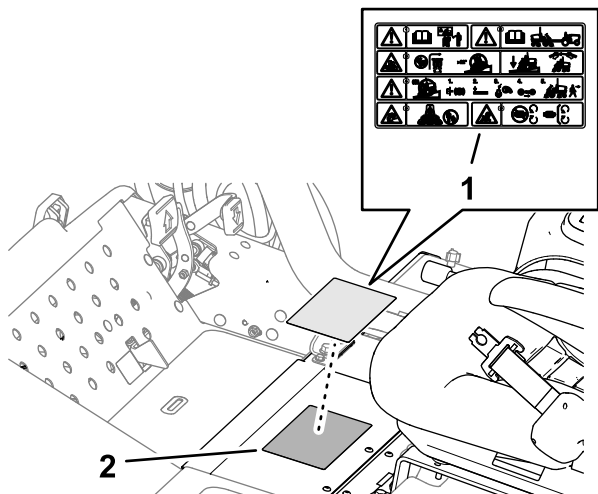

図 23
1. 標準警告デカルをアルコールできれいに拭いて乾燥させる図 23。
2. CE デカル P/N 121-7928の裏紙をはがし、図 23のように標準デカルの上から貼り付ける。